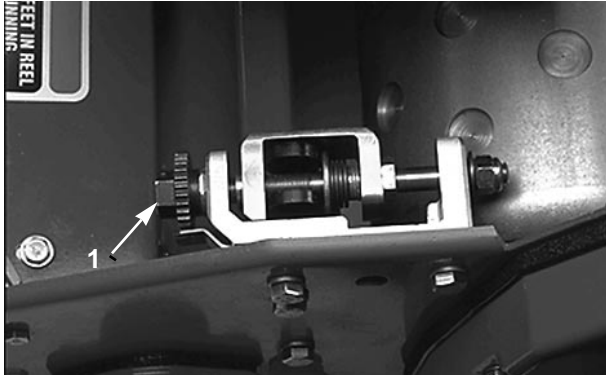
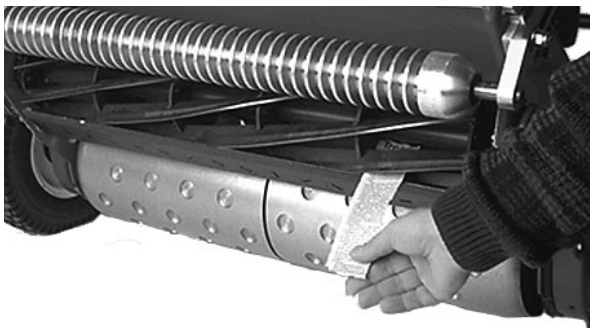

Bild 4
Bild 5
- Die vier Rollenlagerschrauben sowie die Schraube lockern, mit der die Mitläuferscheibe abgesichert ist. Die rechte Seite der Rollengruppe soweit anheben oder absenken, bis sich der Abstand auf weniger als 0,25 mm reduziert. Die Rollenlagerschrauben festziehen. Die Riemenspannung einstellen und die Befestigungsschraube der Mitläuferscheibe festziehen (Bild 4).
- Die Maschine auf eine flache, ebene Werkbank stellen. Sicherstellen, daß der Spindelkontakt entfernt wird, indem die Klemmuttern an den Einstellschrauben des Untermessers gelockert werden, dann die Einstellschrauben im Gegenuhrzeigersinn drehen (Bild 4).
3. An einem Ende der Vorderseite der Spindel einen langen Streifen Zeitungspapier zwischen Spindel und Untermesser einführen (Bild 5). Während die Spindel langsam vorwärts gedreht wird, die Unteressereinstellschraube (am gleichen Spindelende) um jeweils eine Flachstelle drehen, bis das Papier leicht gekniffen wird, wenn es von vorne, parallel zum Untermesser, eingeführt wird. Dadurch kommt es zum leichten Mitreißen (Bild 4).
5. Nach der Einstellung kontrollieren, ob die Spindel das Papier kneifen kann, wenn es von vorne eingeführt wird und das Papier schneidet, wenn es im rechten Winkel zum Untermesser eingeführt wird (Bild 5). Die Möglichkeit muß bestehen, Papier mit minimalem Kontakt zwischen Untermesser und den Spindelmessern zu schneiden. Wenn zu hoher Spindelwiderstand spürbar ist, muß die Mähspindel entweder geschärft oder geschliffen werden, um die für den Präzisionsschnitt erforderlichen Schärfe der Schnittkanten zu realisieren (siehe Toro Handbuch zum Schärfen und Schleifen).
WARNUNG: Beim Entfernen der Untermesserleiste mit Vorsicht vorgehen, da die Federn der Einstellschrauben (Bild 4) gespannt sind und plötzlich abspringen können.